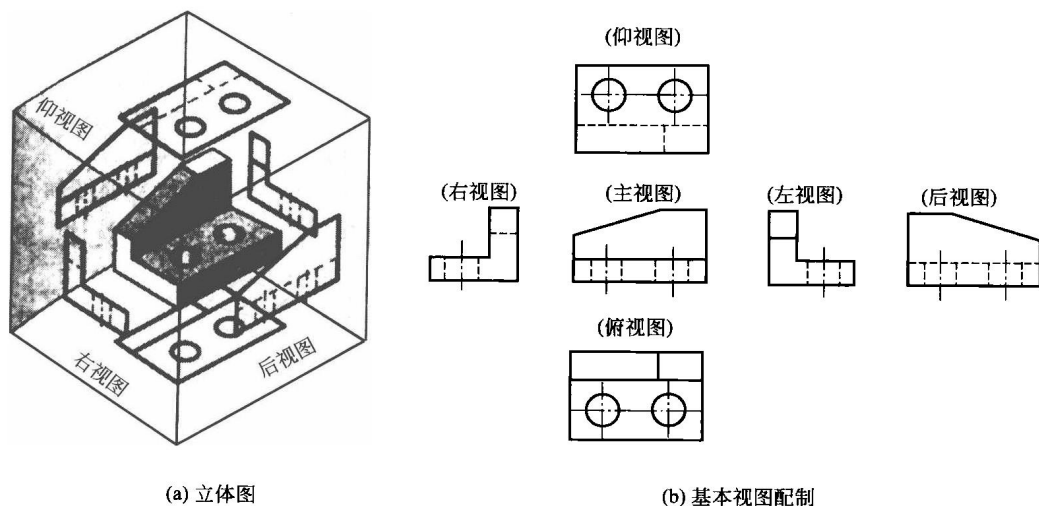
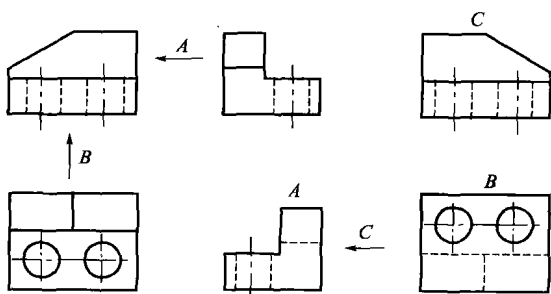

图 1-12 六个基本视图
图 1-13 向视图的标注
(1) 基本投影面 在原有三个投影面的基础上，再增设三个相互垂直的投影面，构成一个正六面体，六面体的六个面称为基本投影面，如图 1-12(a) 所示。
六个基本视图按照图 1-13(c) 所示的展开方法展开, 保持正投影面不动, 其余投影面按照图中箭头所指的方向旋转, 使其与正投影面共面, 就得到机件在同一平面内的投影图。
在同一张图内, 六个基本视图按图 1-12(b) 所示配置时, 一律不标注视图名称, 它们仍保持长对正、高平齐、宽相等的投影关系。
(3) 向视图 向视图是基本视图的另一种表达形式, 是可以自由配置的基本视图。为便于读图, 如果不能按图 1-12(b) 所示配置时, 应在视图上方标出视图的名称“×”向, 并在相应的视图附近用箭头指明投影方向, 并注上同样的字母, 如图 1-13 所示。